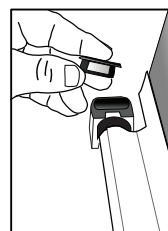

Figura 1
- 2.- Con ayuda de un desarmador plano, retire las tapas plásticas que se encuentran a los lados del capelo. (Figura 1).